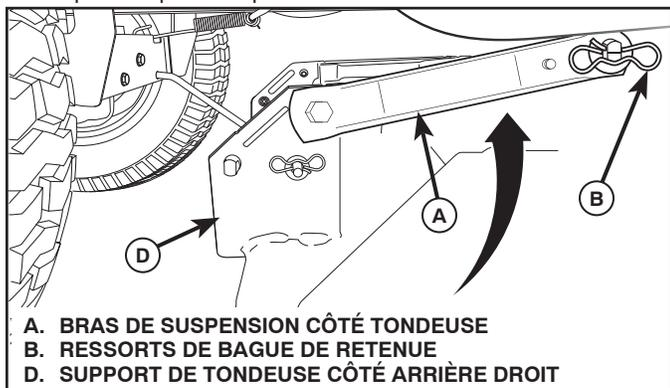

Fig. 30
## 6. ATTACHER LES BRAS DE SUSPENSION (A) CÔTÉ TONDEUSE AU CHÂSSIS (Voir la Fig. 30)
- Mettre le trou avant du bras de suspension (A) sur la goupille sur l'extérieur du châssis du tracteur et fixer avec la grande rondelle et la grande retenue à ressort (B).